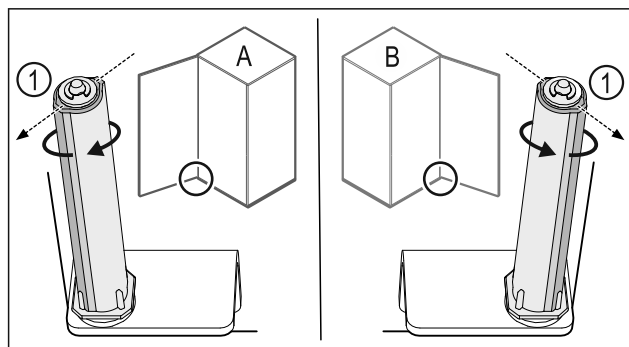

Fig. 26 Левое навешивание (A) / правое навешивание (B)
- ▶ Поворачивайте систему закрытия, преодолевая сопротивление до тех пор, пока ее ребро Fig. 26 (1) не будет направлено наружу.